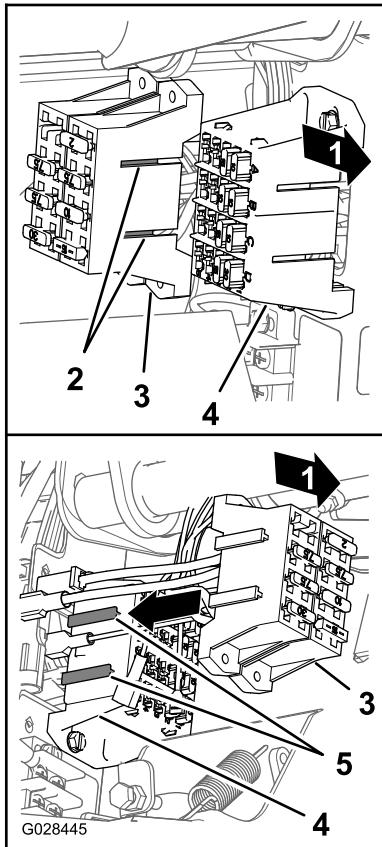

Figure 26
- Alignez les éléments en T du porte-fusibles du pulvérisateur sur les fentes en T du porte-fusibles de la machine, et glissez le porte-fusibles du pulvérisateur dans les fentes jusqu'à ce qu'il soit parfaitement enclenché (Figure 26).